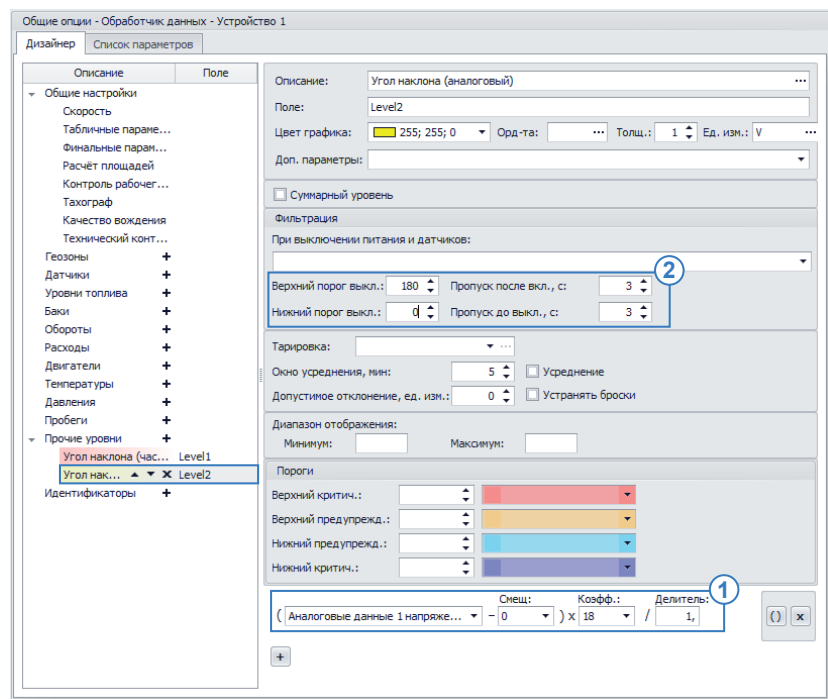

Рис.32. Пример настройки аналогового входа 1 контроллера АвтоГРАФ для подключения датчика ТКAM.
- создайте выражение для получения показаний напряжения с аналогового входа 1 контроллера и пересчета этих показаний в углы наклона (**Рис.32, п.1**). Пересчет частоты в угол наклона выполняется по формуле, заданной для датчика ТКАМ:
- настройте фильтрацию показаний угла наклона, выходящих за пределы возможного диапазона. Датчик ТКАМ осуществляет измерение угла наклона в диапазоне от 0 до 180 градусов. Т.е. все значения вне этого диапазона можно считать ошибочными (**Рис.32, п.2**);